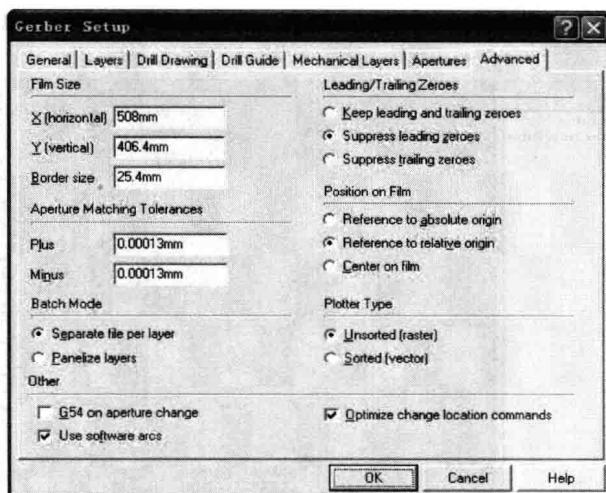

图 1-6 选择高级选项
⑦ 单击下一步，在后续数字格式设置界面中，同样设置单位为毫米，整数和小数位数为 4:4，单击“Finish”，生成钻孔文件 NC Drill Output1。
⑧ 光绘文件和钻孔文件生成后，需要把它们坐标统一 (Protel 99 SE 中默认为不统一)。因为钻孔文件的默认坐标系是 Center plots on，所以需把 Gerber 文件的坐标系改成和钻孔的一致。右键单击 Gerber output1 文件，选择属性 (Properties)，如图 1-6 所示选择高级 (Advanced) 选项卡，去掉“其他” (Other) 中的 Center plots on 选项复选框，单击“OK”即可。
⑨ sp6 的 Protel 99 SE，在 Gerber output1 的属性窗口中，在高级 (Advanced) 选项卡